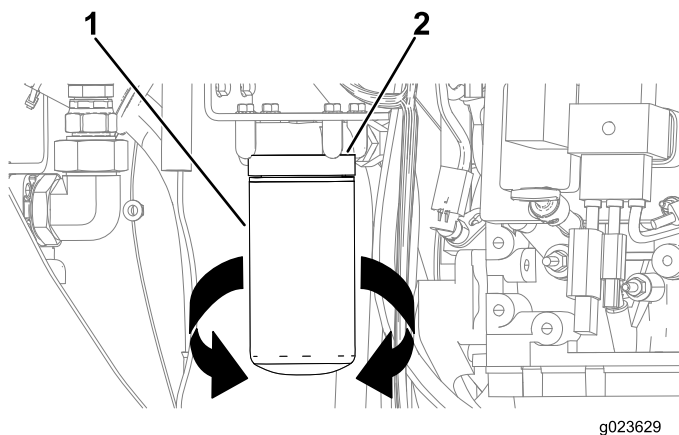

Рисунок 90
3. Установите поддон для слива или несколько отрезков ткани под масляный фильтр и переходник масляного фильтра (Рисунок 90).
4. Поверните масляный фильтр против часовой стрелки и снимите его (Рисунок 90).
8. Совместите масляный фильтр с переходником и поверните его по часовой стрелке, пока уплотнение масляного фильтра не войдет в контакт с переходником (Рисунок 90).
9. От руки затяните масляный фильтр еще на 1/2 оборота (Рисунок 90).